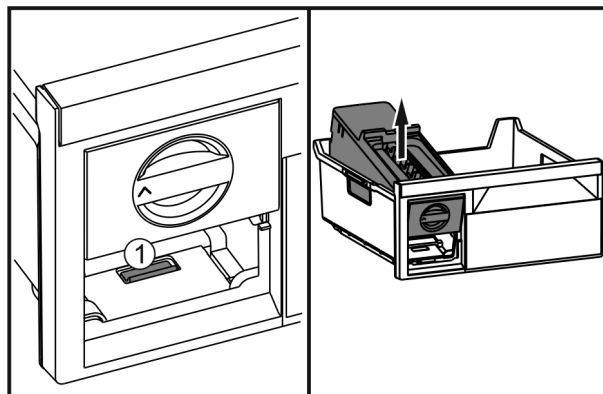

Fig. 39
- ▶ Appuyer sur la languette Fig. 39 (1), soulever l'EasyTwist-Ice depuis l'arrière et le faire sortir du tiroir de congélation.